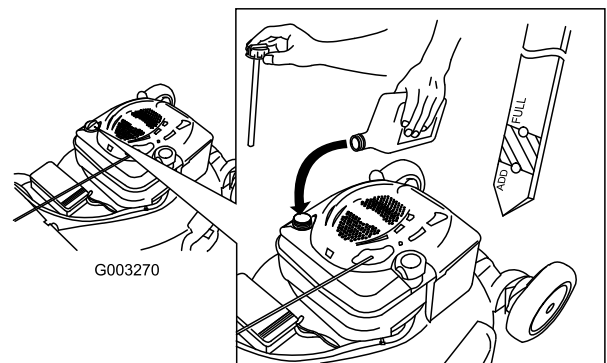

Figura 43
4. Vierta **lentamente** aceite en el tubo de llenado hasta que el nivel llegue a la marca Full de la varilla (Figura 43). **No llene demasiado.** (Capacidad máxima: 0,59 l (20 onzas), tipo: SAE 30W, aceite detergente con clasificación de servicio API SF, SG, SH, SJ, SL o superior.)